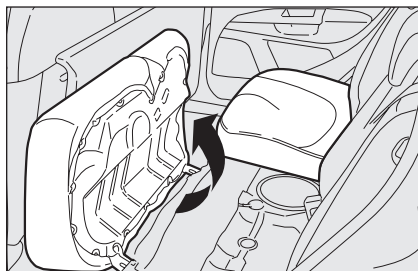

fig. 81
- ☐ incline los respaldos hacia adelante en el sentido indicado por la flecha **fig. 81**;